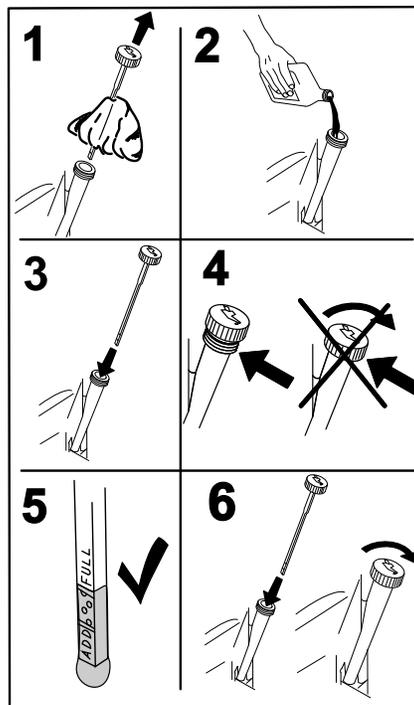

Figure 39
4. Versez lentement environ 80 % de l'huile spécifiée dans le tube de remplissage, puis faites l'appoint lentement jusqu'à ce que le niveau atteigne le repère maximum (**Full**) (Figure 39).